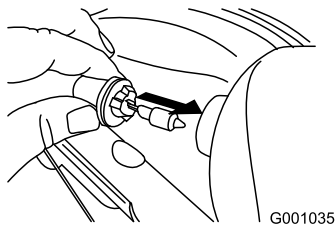

Figure 61
4. Introduisez une ampoule neuve dans le phare par l'arrière (Figure 61).